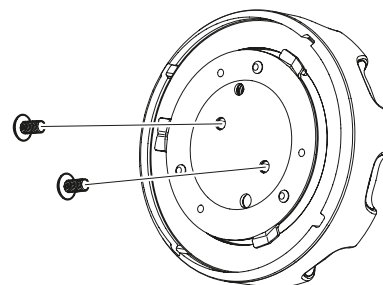

Figura 71
1. Vea debajo de la tapa de combustible como se muestra en la (Figura 71).